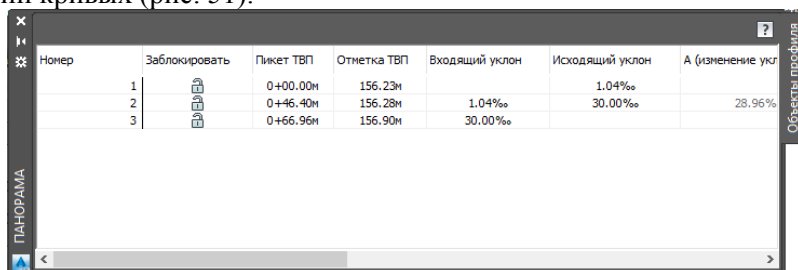

Рис. 51. Табличное представление профиля
3. Для табличного представления профиля можно выбрать команду . В открывшемся окне есть возможность редактирования входящих и исходящих уклонов, отметок, пикетажа, радиусов, длин кривых (рис. 51).